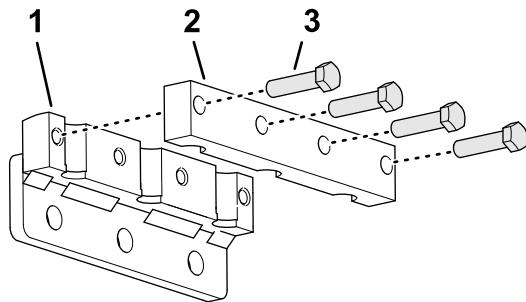

Figura 40
- Sul portafustelle montate, senza serrarlo, un pezzo di bloccaggio (Figura 40) con 4 bulloni (3/8" x 1-1/2"). Non serrate i bulloni.